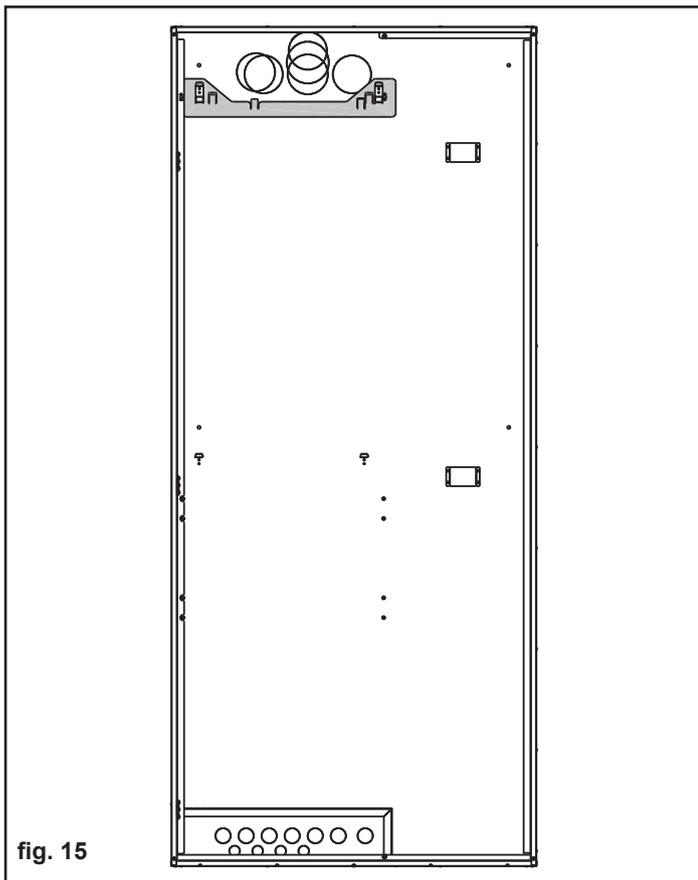

fig. 15
- Prelevare la piastra di supporto dal kit interfaccia e posizionarla sugli appositi ganci posti nella parte superiore dell'unità da incasso (fig. 15)